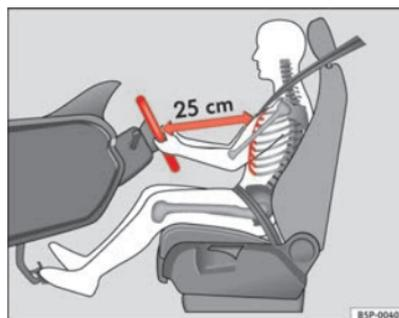

Fig. 135 Posição correcta do banco do condutor
- Ajuste o volante até atingir a posição pretendida ⇒ fig. 135.
- Ajustar o banco do condutor ou o volante, de modo a que a distância entre o volante e o tórax seja de pelo menos 25 cm => **página 174, fig. 135**. Se não se respeitar a distância mínima, o sistema de airbag não pode exercer a sua função de protecção – perigo de morte!